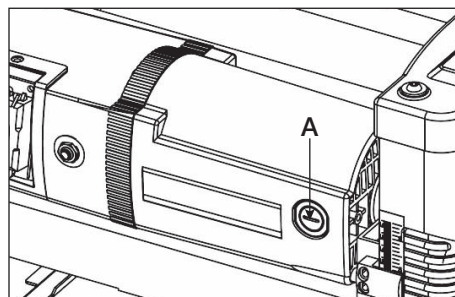

Рисунок 14.
- ослабьте крепление щеткодержателя А (рис. 14) и осторожно снимите щетку с двигателя;